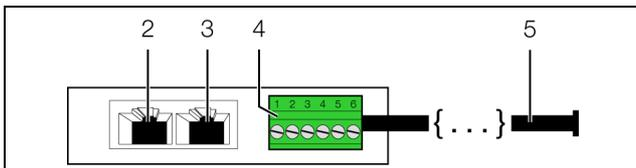

Abb. 2: Rückseite des Leckagesensors
- Stecken Sie den Stecker der Sensorleitung an der Universal-Schnittstelle an (Abb. 2, Pos. 4).
- Verbinden Sie den Leckagesensor über ein CAN-Bus-Verbindungskabel mit einer CAN-Bus-Schnittstelle der CMC III Processing Unit bzw. der benachbarten Komponente im CAN-Bus (Abb. 2, Pos. 2)
- Schließen Sie ggf. an der zweiten, freien CAN-Bus-Schnittstelle des Leckagesensors (Abb. 2, Pos. 3) eine weitere Komponente an (z. B. einen anderen Sensortyp).